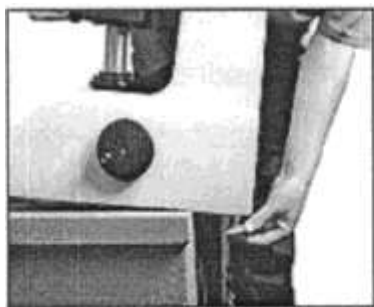
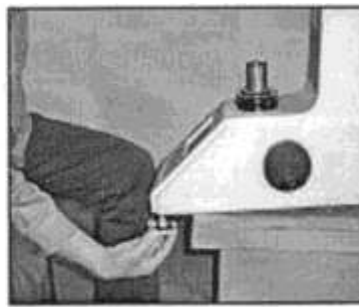

Рис. 6
Рис. 7
- 2) Установите 4 регулировочных винта в отверстия твердомера (см. рис.6 и рис. 7).